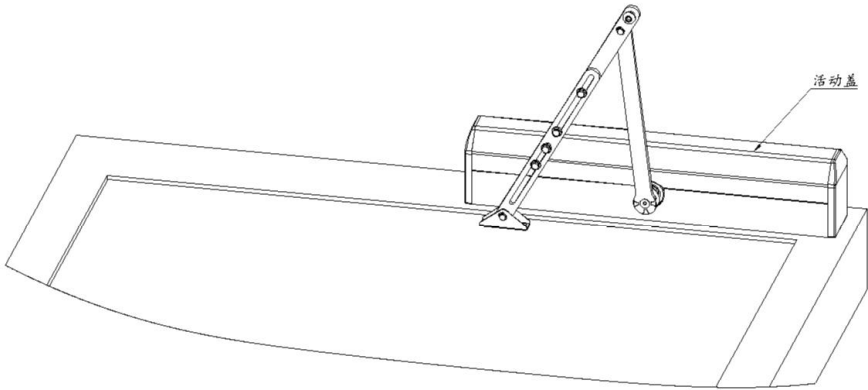

图 3-5
5. 待电气接线及调试完成后，最后将活动盖盖在门机上，两端用配套自攻螺钉固定，见图 3-5